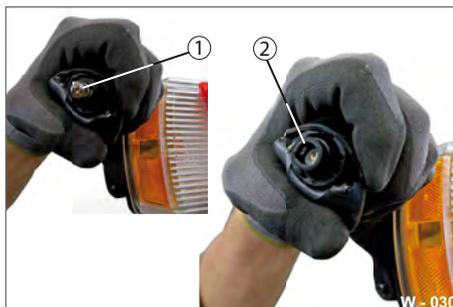

Abb. 32 Lampe wechseln
- ▶ Drehen Sie die defekte Lampe (Abb. 32/1) aus.